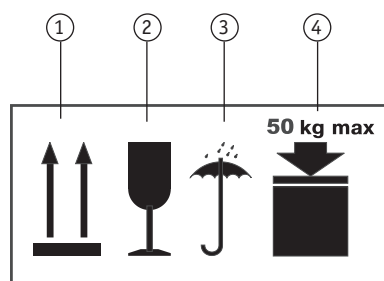

Figura 7
- Simboli riferiti alle modalità di trasporto e stoccaggio (Figura 7)